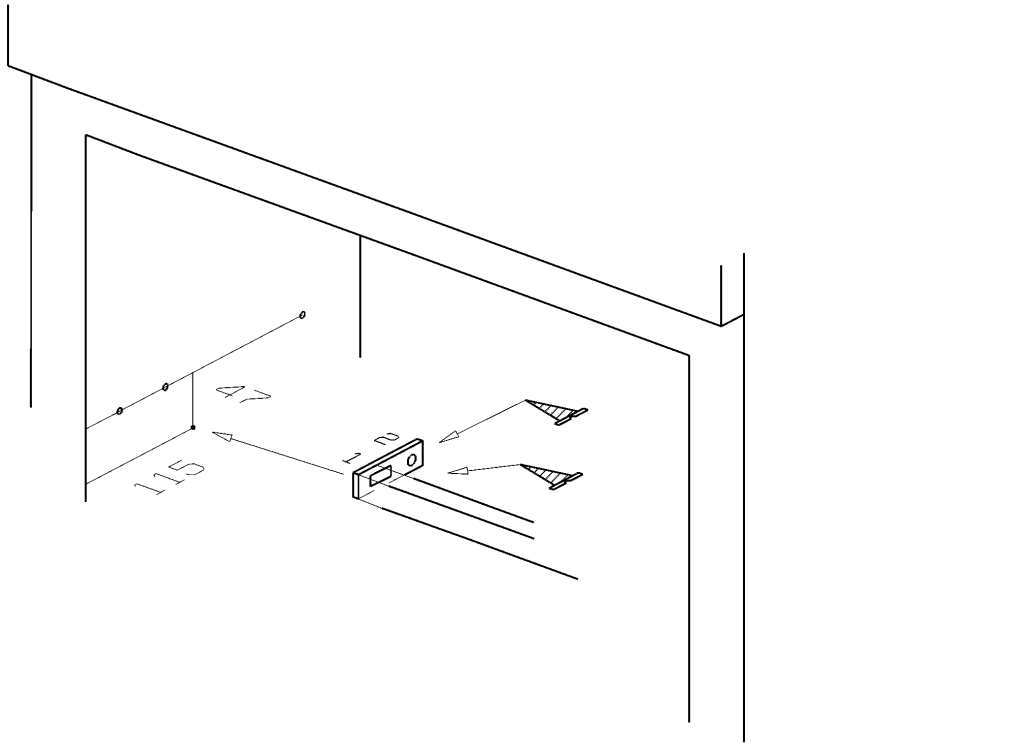

Abb. 4
- Ist die untere Ebene nicht vorhanden, dann muß man die Blockierbügel (29) wie in der Abbildung 4 befestigen. Schraube 1 in die Bügelbohrung einstecken. Bügel einstellen und sie durch die Schraube 2 befestigen.